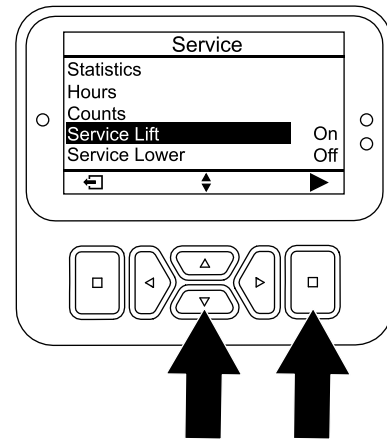

Bild 120
4. Drücken Sie die Taste „nach unten“, bis die Option SERVICE LIFT ausgewählt ist, und drücken Sie dann die Auswahlstaste (Bild 120).